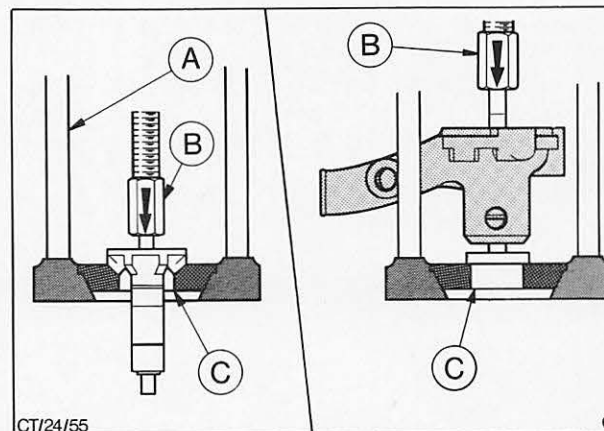

Abb. 23 Schaufelrad ab- und Nabe – Riemenscheibe aufpressen
3. Geeigneten Halbring in die Presse einsetzen, Abb. 23, und Schaufelrad so am Halbring abstützen, daß die Schaufeln innerhalb der Spalten zwischen den Halbringen liegen. Lagerwelle aus dem Schaufelrad herauspressen.
6. Mit geeignetem Halbring und Druckstück, Abb. 23, Nabe – Riemenscheibe so weit auf die Lagerwelle aufpressen, bis das Lagerwellenende 1,5 mm über der Nabe vorsteht.